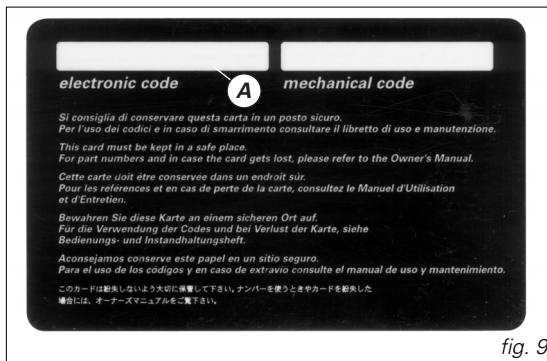

fig. 9
A) (fig. 9) le code électronique, à utiliser en cas de blocage du moteur et donc de démarrage raté après avoir mis la **clé dans la position ON**.